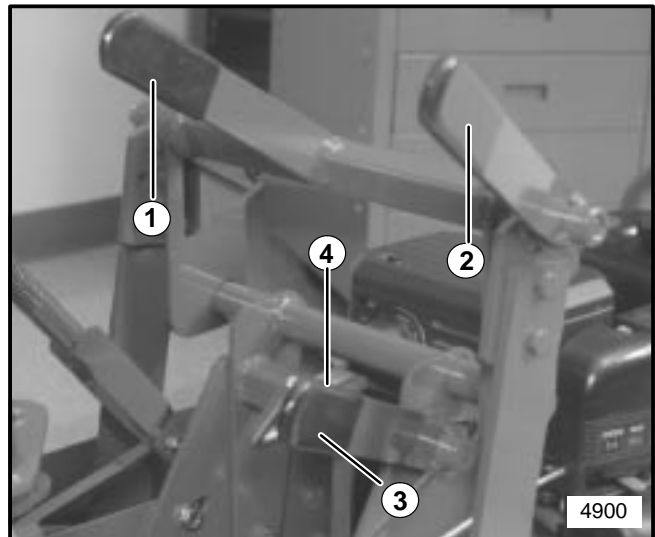

ABBILDUNG 19
16. Den Gaszug durch die Drosselstütze führen wie in Abbildung 19 dargestellt. Die Schulter des Kabelendes muß wie dargestellt gegen das Ende der Drosselstütze positioniert werden. Die Drosselstütze gegen den Gaszug biegen und sicherstellen, die Stütze nicht durch zu festes Anziehen zu sehr zu verbiegen.
Hebt oder senkt das Messer. Siehe Abbildung 19, Teil 1.
Stellt den Schneidwinkel des Messers ein. Siehe Abbildung 19, Teil 3.
Der Feststellhebel hält den Bedienungshebel für die Messertiefe in der gewünschten Position. Siehe Abbildung 19, Teil 2.
Den Feststellhebel zur Einstellung des Messerwinkels lösen und den H-Rahmen vor oder zurück bewegen, bis das Messer die richtige Neigung hat. Feststellhebel für den Messerwinkel anziehen. Siehe Abbildung 19.
2. Handgriff des Tiefenmessers lösen (siehe Abbildung 19). Den Tiefenmesser so einstellen, daß er mit dem unteren Ende des Tiefeneinstellhebel Kontakt macht.